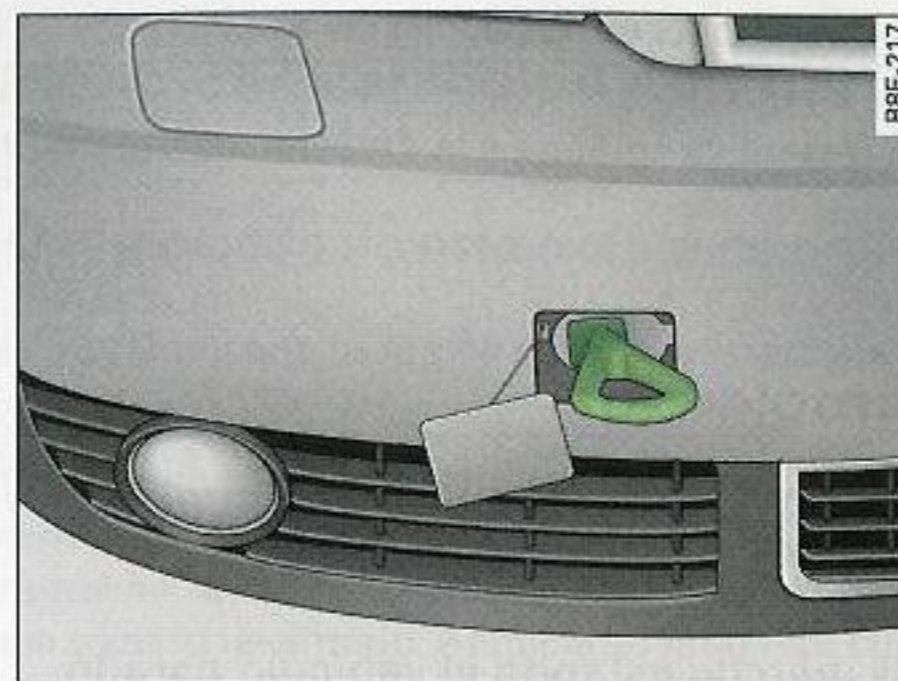

Fig. 261 Parachoques delantero: Argolla de remolque enroscada
- Atornille la argolla de remolque hasta el tope en la rosca ⇒ fig. 261 y apriétela con la llave de rueda.